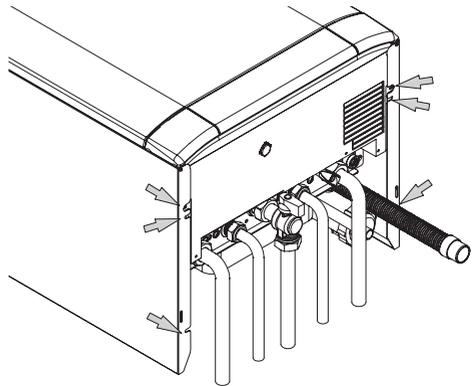

Рис. 5.15
- Открутите шесть указанных винтов, см. Рис. 5.15.